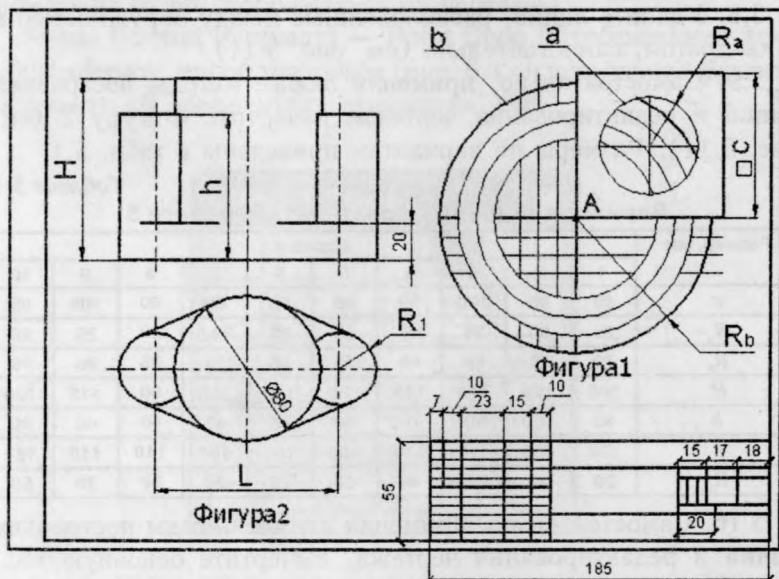

Рис. 5.11. Чертеж к практической работе 5
5.2. Постройте квадрат со стороной  $C$  и вершиной в точке  $A$ . Координаты точки  $A$  (300,170). Длина стороны квадрата  $C$  указана в табл. 5.1 по вариантам. Расположение квадрата показано на рис. 5.11.
а) между любыми двумя подобиями окружности **b** (см. рис. 5.11);
б) между окружностью **a** и квадратом (см. рис. 5.11).
5.8. Удалите линии, расположенные между окружностью **a** и квадратом, самостоятельно (см. рис. 5.11).
5.9. Самостоятельно, применяя любые методы построения линий и редактирования чертежа, начертите Фигуру 2 (см. рис. 5.11). Размеры по вариантам приведены в табл. 5.1.
5.10. Самостоятельно, применяя любые методы построения линий и редактирования чертежа, вычертите основную надпись (см. рис. 5.11).